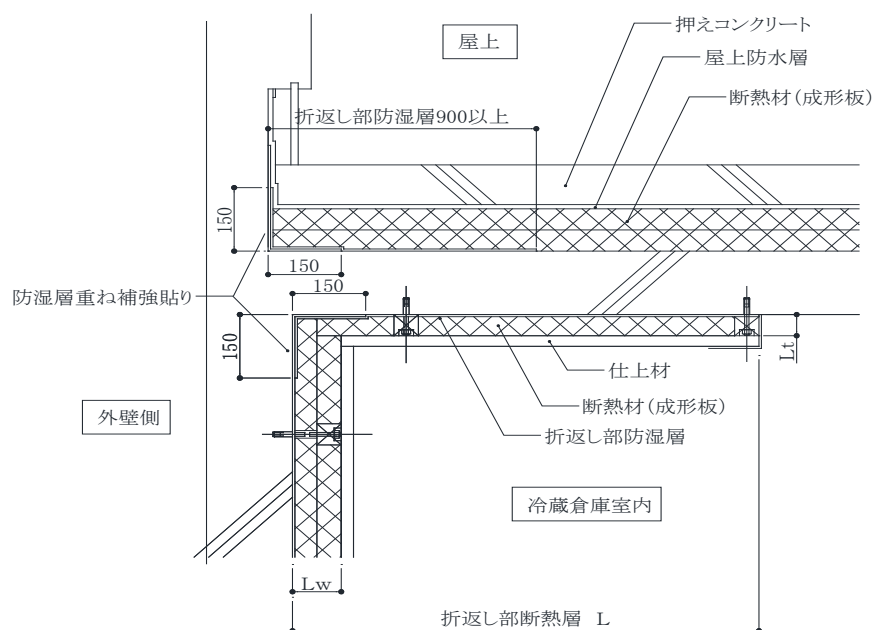

図 A-14 成形板の断熱材を使用した場合の施工例
2) 壁断熱と屋上断熱との取り合いは、次の方法による。(図 A-14、15)